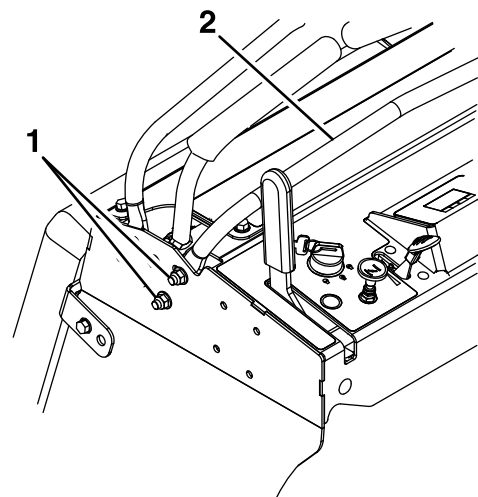

Bild 12
2. Lösen Sie die Schrauben auf beiden Seiten des Kontrollturms, indem Sie die beiden Muttern auf jeder Seite (insgesamt vier) der Konsole lösen (siehe Bild 12).